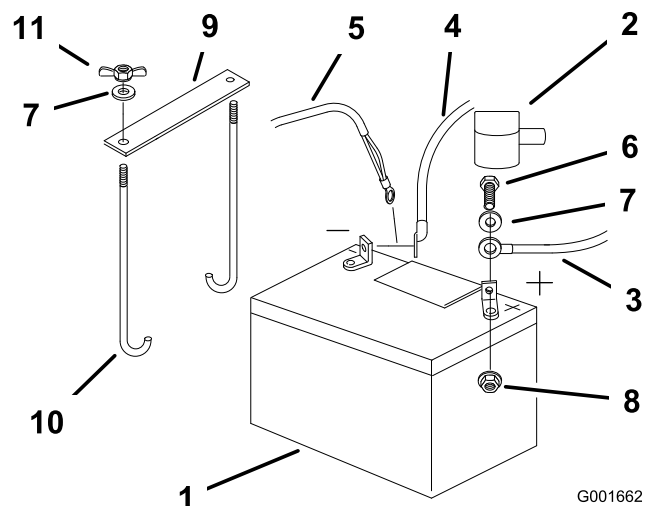

Figura 36
4. Primero desconecte el cable negativo de la batería y el cable de tierra del borne negativo (-) de la batería (Figura 36).
5. Retire la cubierta de goma roja del borne positivo (rojo) de la batería. Luego retire el cable positivo (rojo) de la batería (Figura 36).
6. Retire ambas tuercas de orejeta (1/4 pulgada) que fijan la brida de la batería (Figura 36).
1. Coloque la batería en la bandeja, con los bornes hacia el motor (Figura 36).
4. Sujete los cables con 2 pernos (1/4 x 3/4 pulgadas), 2 arandelas (1/4 pulgada), y 2 contratuercas (1/4 pulgada) (Figura 36).
6. Fije la batería con pernos en J, una brida de sujeción y 2 arandelas (1/4 pulgada), y 2 tuercas de orejeta (1/4 pulgada) (Figura 36).